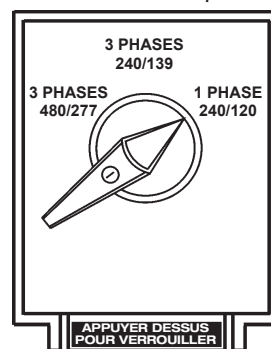

**Figure 25. Cosses de sortie UVWO
2. Connecter les fils de charge aux bornes UVWO comme indiqué dans la Figure 25.